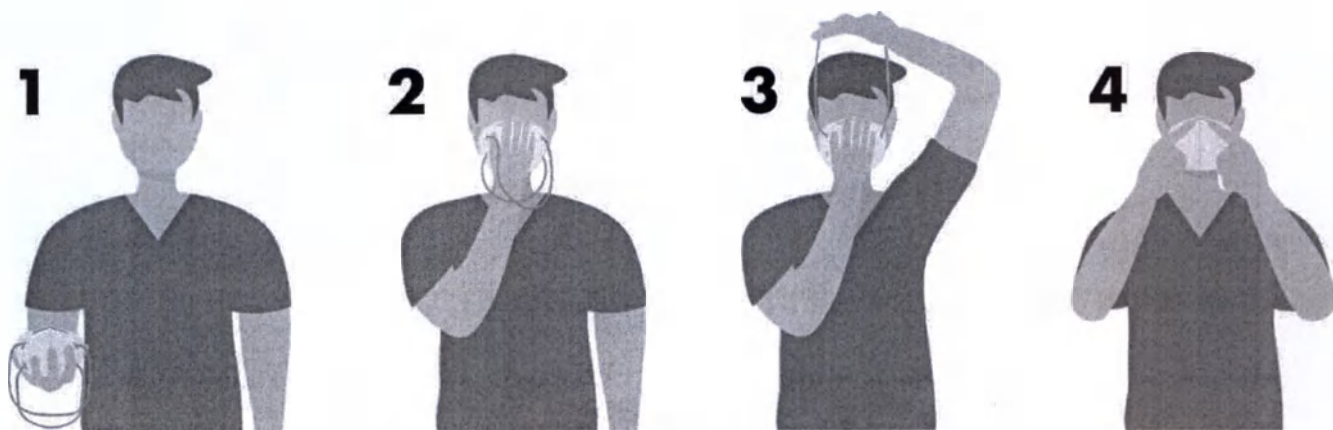

Рисунок 3- порядок применения респиратора
7.3 Раскройте сложенный респиратор так, чтобы он принял форму чаши. Убедитесь в том, что панели полностью распрявлены. Рисунок 3/1
7.4 Зафиксируйте респиратор сначала на подбородке затем на верхней части лица. Рисунок 3/2
7.5 Поместите верхнюю фиксирующую ленту оголовья на затылке, а нижнюю на шее так, что бы респиратор плотно прилегает к лицу. Фиксирующие ленты оголовья не должны быть перекручены и спутаны между собой. Рисунок 3/3
7.7 При помощи обеих рук обожмите носовой зажим в соответствии с формой носа для обеспечения плотного прилегания и хорошего уплотнения. При обжимании носового зажима только одной рукой, может быть снижена фильтрующая эффективность респиратора. Рисунок 3/4